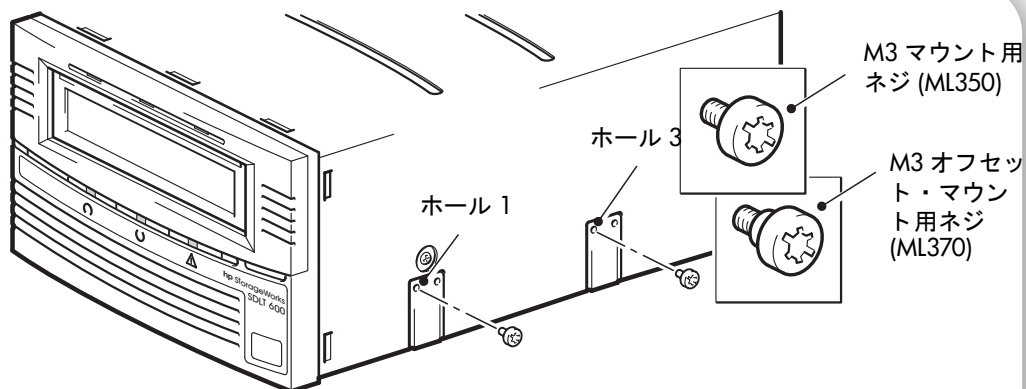

図 5c: 標準 HP ProLiant ML350 または 370 サーバーへのマウント用ネジの取付け
- 1 T8 トルクス・ドライバを使用して、適正なネジを取り付けてください。M3 ネジを別途購入する必要がある場合があります。図 5c のとおりに、ネジをテープ・ドライブの右側のホール (ホール 1 および 3) に差し込みます。